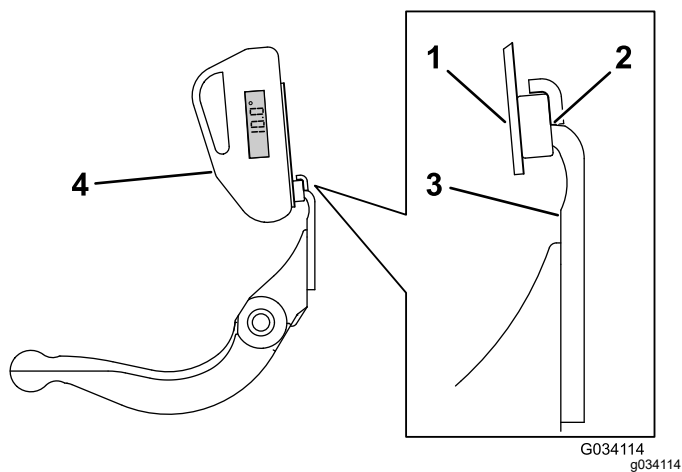

図 25
3. 傾斜計マウントのマグネットのエッジがベッドナイフのエッジに密着するように、ベッドナイフのエッジに傾斜計マウントをセットする 図 25。
4. 図 25 に示すようにマウントに傾斜計を取り付ける。